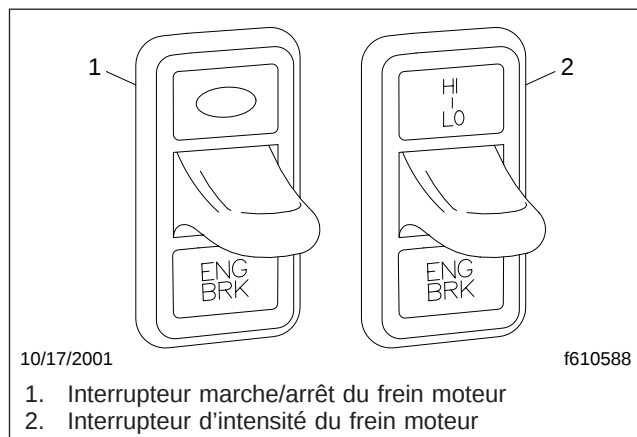

Fig. 10.4, Interrupteurs du frein moteur
- L'interrupteur marche/arrêt (ENG BRK) sert à activer et à désactiver le frein moteur. Voir la figure 10.4. Quand le frein moteur est activé, un témoin jaune s'allume derrière l'interrupteur.
2. Appuyez sur l'interrupteur marche/arrêt pour activer le frein moteur. Voir la figure 10.4. Le frein moteur s'engage au dernier niveau défini sur l'interrupteur d'intensité de freinage.